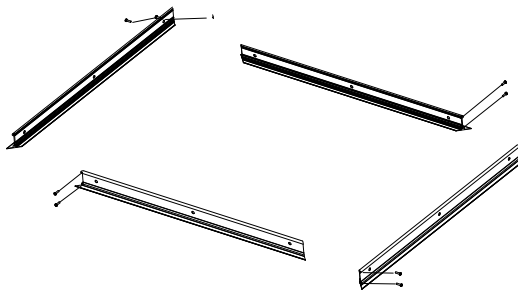

Figure 1
**1** Retirer délicatement les accessoires de l'emballage. Assembler les quatre ensembles de brides pour cloisons sèches à l'aide des vis autotaraudeuses à tête plate ST3.12 fournies. (Voir figure 1.)